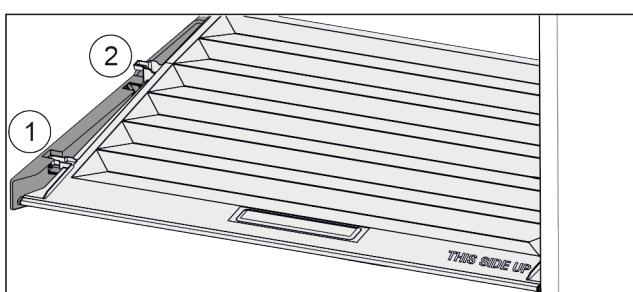

Fig. 54
- Pokrov povlecite naprej Fig. 54 (1) do odprtine v držalnih delih.
- Zadaj ga od spodaj dvignite in odstranite Fig. 54 (2) navzgor.